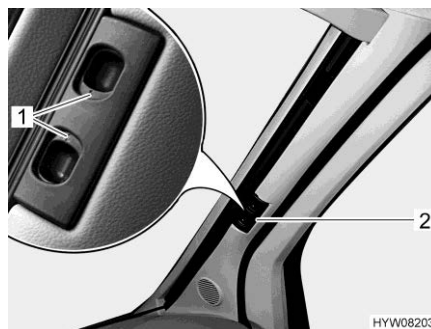

Fig. 24 Tendina oscurante pieghevole per il parabrezza
- Spingere verso l'esterno le due metà della tendina oscurante pieghevole del parabrezza per la maniglia (Fig. 24,2) fino all'arresto. Durante questa operazione spostare orizzontalmente la maniglia verso la rientranza di bloccaggio.
- Fare innestare le maniglie di sbloccaggio (Fig. 24,1).